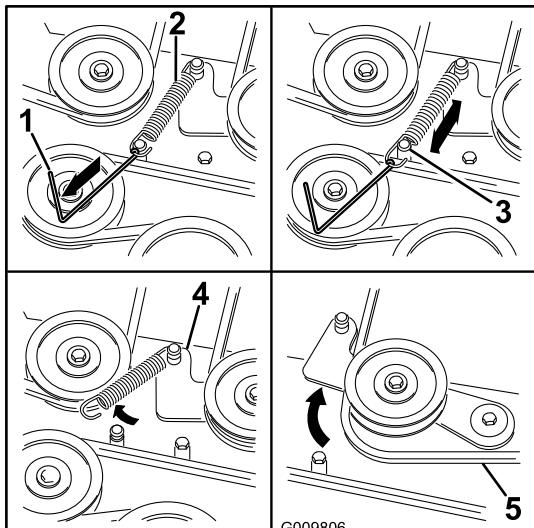

Bild 73
- Entfernen Sie die Spannscheibenfeder mit einem Werkzeug zur Federentfernung (Toro Bestellnummer 92-5771) von der Mähwerkstrebe, um die Spannung von der Spannscheibe zu nehmen (Bild 73).
- Verlegen Sie den neuen Riemen um die Mähwerk- und Bremsspannscheiben unter dem Motor (Bild 73).
- Setzen Sie die Spannscheibenfeder mit einem Werkzeug zur Federentfernung (Toro Bestellnummer 92-5771) auf die Mähwerkstrebe, um die Spannscheibe und den Mähwerkriemen zu spannen (Bild 73).